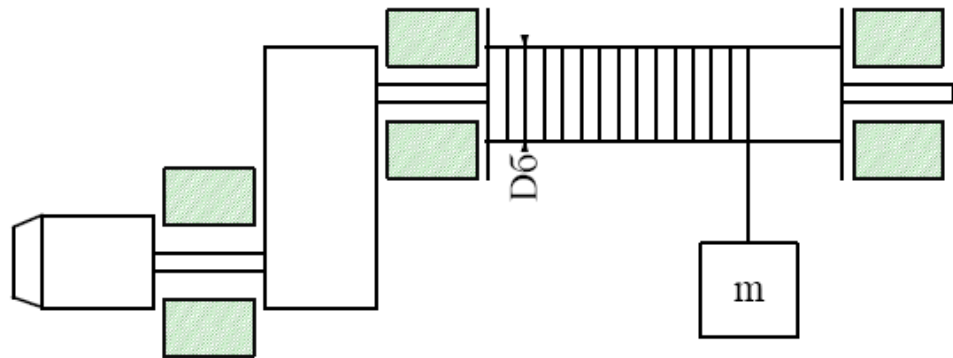

Рисунок 2 – Конструктивна схема механізму підіймача
Визначити приведені до валу двигуна статичний момент і момент інерції механізму підіймача (рис. 2) при підйманні вантажу масою 1300 кг з швидкістю $V = 1,7$ м/с. Двигун обертається з кутовою швидкістю $\omega = 97$ рад/с. Діаметр барабана $D_6 = 0,65$ м, момент інерції $J_6 = 8,1$ кг*м². Коефіцієнт корисної дії (ККД) передач $\eta = 0,82$. Момент інерції редуктора, приведений до валу двигуна, $J_P = 0,12$ кг*м². Масою троса можна знехтувати.
2. Визначити приведений до валу двигуна сумарний момент інерції $J_{пр}$ механізму підіймача і ротора привідного двигуна (рис. 2), якщо при вимкненому двигуні без гальма вантаж з масою 1000 кг опускається за 8 с на 10 м. Маса вантажу, який потрібний для подолання втрату механізму, складає 400 кг. Допустити, що втрати в механізмі не залежать від швидкості. Діаметр барабана $D = 0.5$ м, передавальне число редуктора $i = 15$.